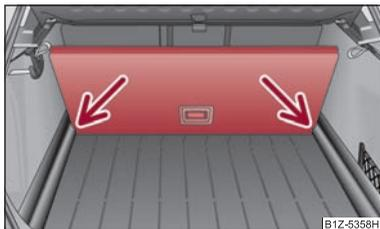

Fig. 74 Coffre à bagages: Diviser le coffre à bagages avec plancher de chargement variable
- Soulevez la partie avec la fixation et fixez-la en la poussant dans les rainures ⇒ fig. 74. ■